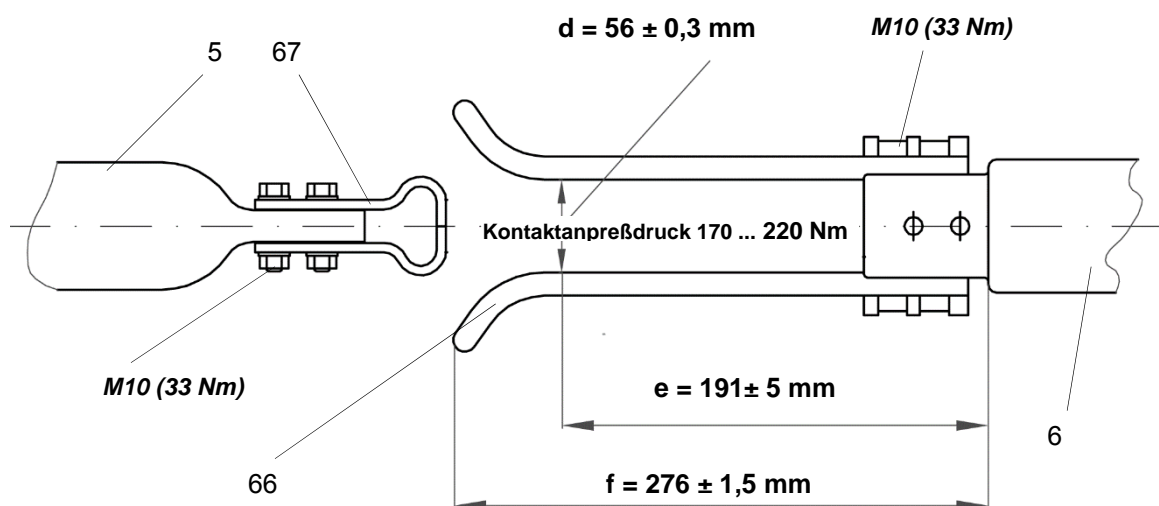

Bild 29 Ersetzen von Kontaktfingern (66) und Kontaktstücken (67)
2. Erdungskontakte (18) und Kontaktfinger (20) reinigen; im Bereich der Silberschicht auf Materialabtrag >0,5 mm kontrollieren und gegebenenfalls ersetzen. [Bild 29; 30]
3. Kontaktfinger (18) und Kontaktstücke (20) fetten.